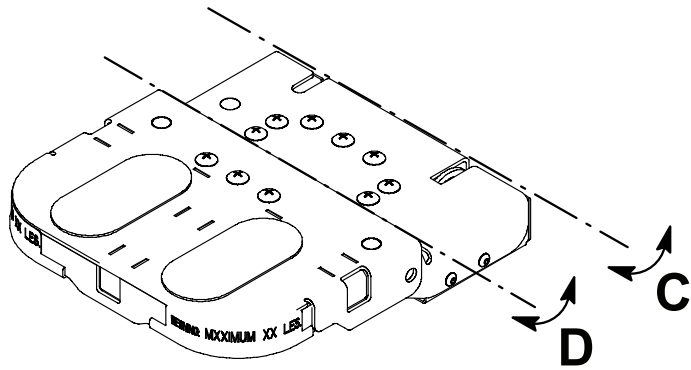
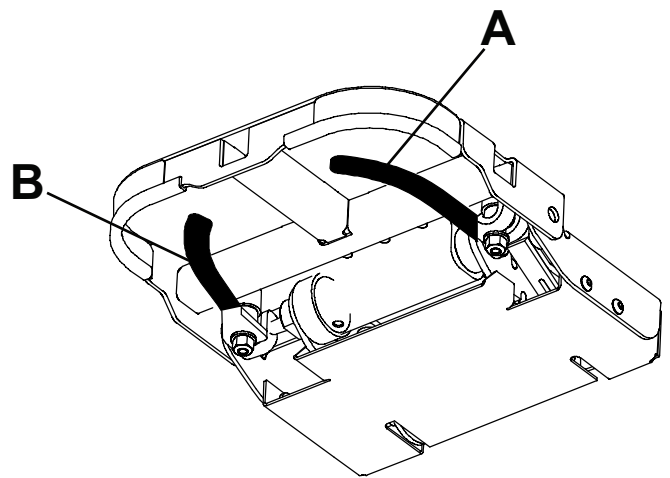

Abbildung 8 – Drehen des Kopfteils
Abbildung 9 – Griffpositionen
- Mit Griff (A) (Abbildung 9) wird eine Verriegelung gelöst und das Kopfteil um die Achse (C) gedreht (Abbildung 8).
- Mit Griff (B) (Abbildung 9) wird die andere Verriegelung gelöst und das Kopfteil um die Achse (D) gedreht (Abbildung 8).